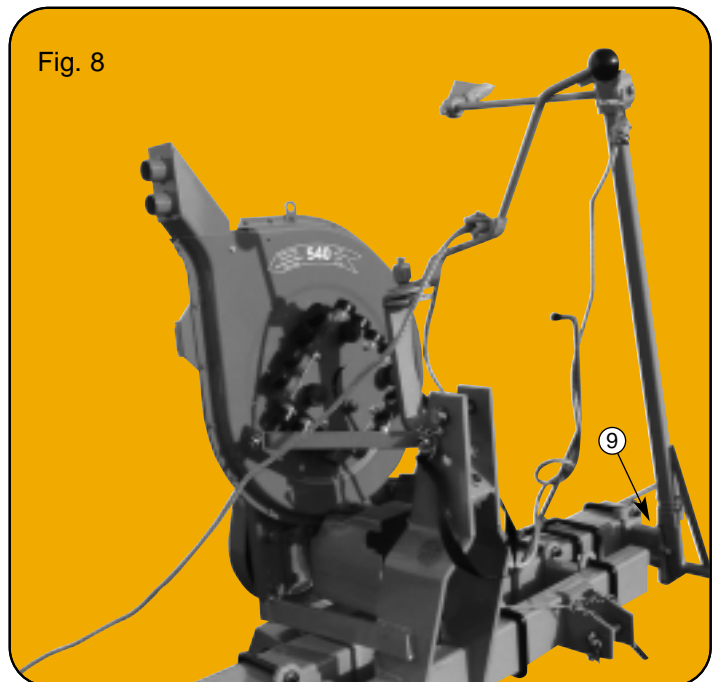

Fig. 8
**Rayonneurs** (fig. 8) : Les rayonneurs sont livrés en option, ce sont des versions manuelles fournies avec inverseur et guides cordes.
**Row markers** (fig. 8) : The row markers are delivered as optional equipment - manual version delivered with reversing handle and guiding ropes.
**Spuranzeiger** (Fig. 8) : Die Spuranzeiger werden als Zusatzausrüstung geliefert - mit Handbetätigung und Führungsseilen.
**Trazadores** (fig. 8) : los trazadores se entregan en opción con mando manual de inversor girado por cuerdas.